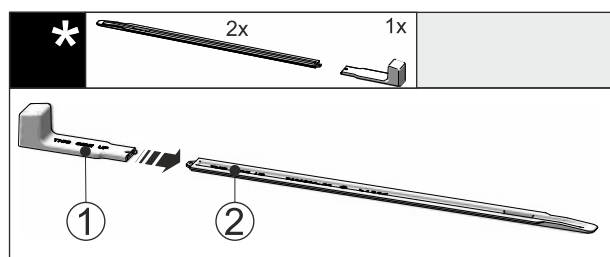

Fig. 54
- ▶ Uchwyt montażowy Fig. 54 (1) podłączyć do szyny niwelującej Fig. 54 (2).